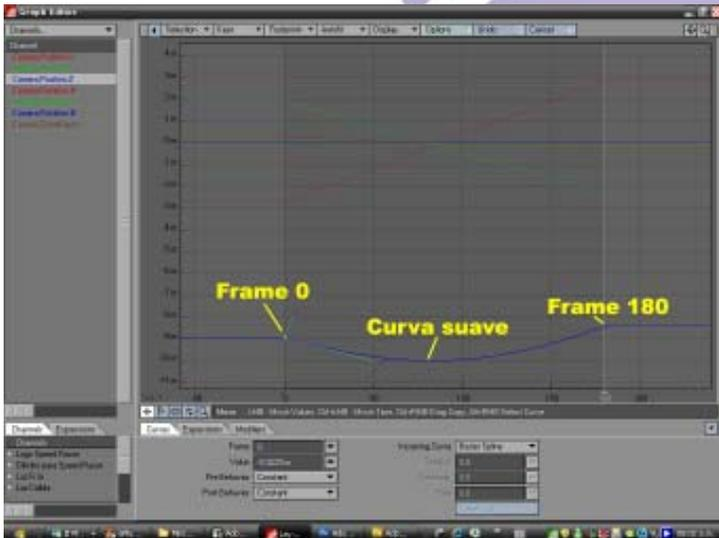

Figura 26. Graph Editor mostrando la curva suave y los puntos con los manejadores en los Frames 0 y 180.
**Spline.** Hacemos lo mismo para el punto del Frame 180. Ahora, manipulando los "manejadores" de ambos puntos, tratamos de obtener una curva suave como la mostrada en la Figura 26. Las otras curvas **Camera Posición X** y **Camera Posición Y** se dejan tal y como están. Cerramos el **Graph Editor** y haciendo click sobre el botón de Play observamos el recorrido de la Cámara mientras mantiene en encuadre al logo de Speed Racer. Si hay que hacer algún ajuste, se trata de posicionar la cámara en los frames 0 y/o 180, logrando un mejor encuadre de Cámara, hasta lograr lo que se desea.